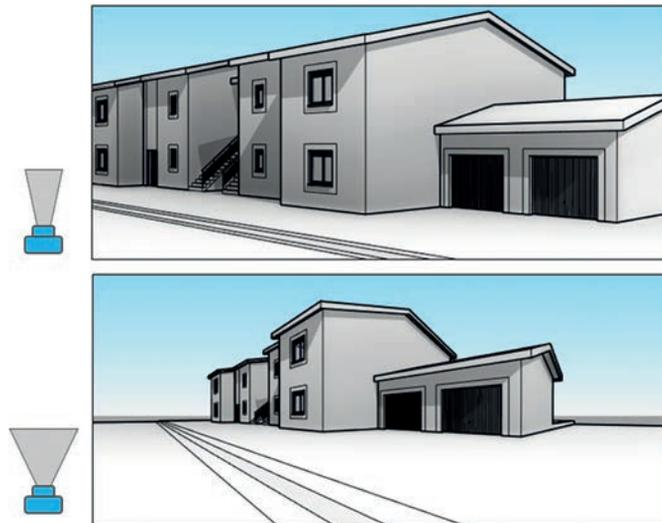

Fig. 1.13
- *Augmenter/réduire la distance focale* : c'est une propriété que l'on aurait aimé voir apparaître dans les propriétés de la vue mais, malheureusement, ce n'est pas le cas. L'outil proposé permet l'ajustement de la distance de focale de façon dynamique (fig. 1.13) : après avoir cliqué sur l'option correspondante dans le menu contextuel, cliquez et maintenez le clic, déplacez la souris vers le haut ou le bas. Vous pouvez relâcher le clic et ajuster de nouveau, l'outil reste actif. Pour en sortir appuyez sur la touche Echap sur votre clavier.